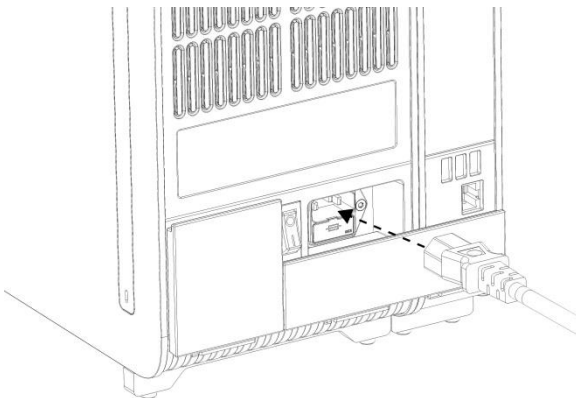

Figura 17. Conexión del cable de alimentación.
8. Conecte el cable de alimentación suministrado con el QIAstat-Dx Analyzer 1.0 a la parte posterior del módulo analítico original (figura 17).